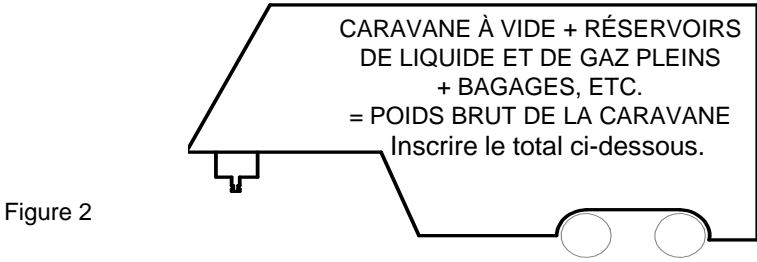

Figure 2
- La capacité de charge du véhicule spécifiée par le fabricant doit être égale ou supérieure au poids brut de la caravane (poids à vide de la caravane plus sa charge utile). (Figure 2)
Total du poids brut calculé de la caravane (Figure 2) : \_\_\_\_\_.